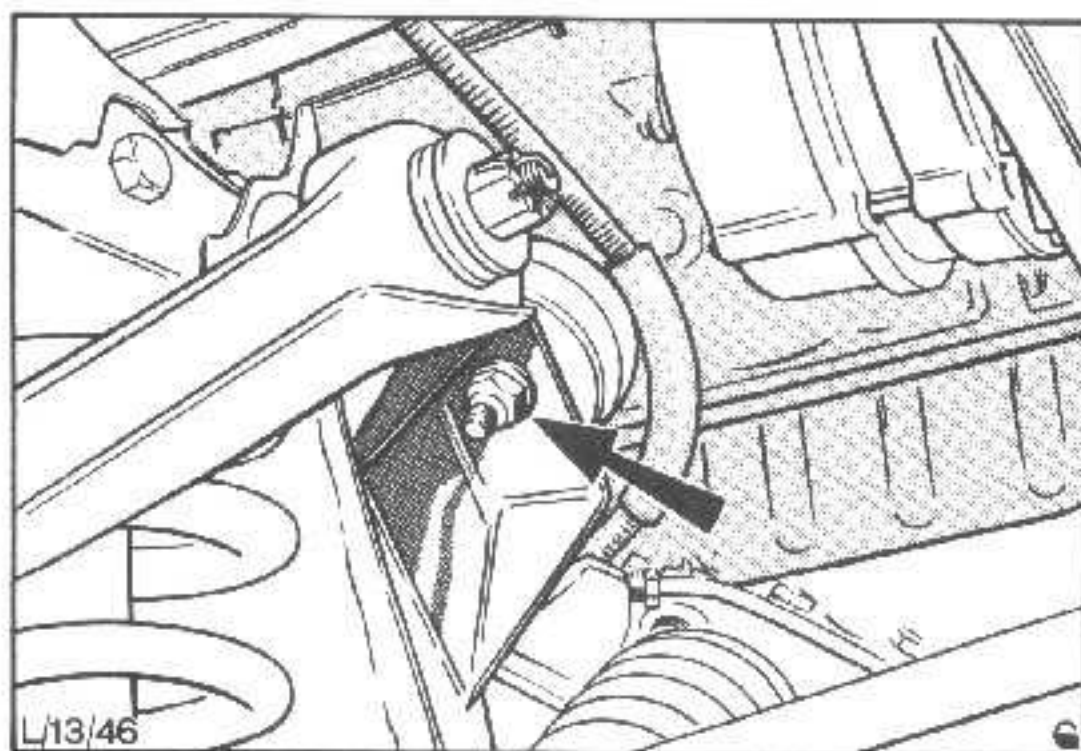

Abb.22 Befestigungsmutter der Motoraufhängung (Rechtslenker gezeigt)
7. Befestigungsmutter der Motoraufhängung (Beifahrerseite) abschrauben und den Motor ca. 75 mm anheben, Abb.22.